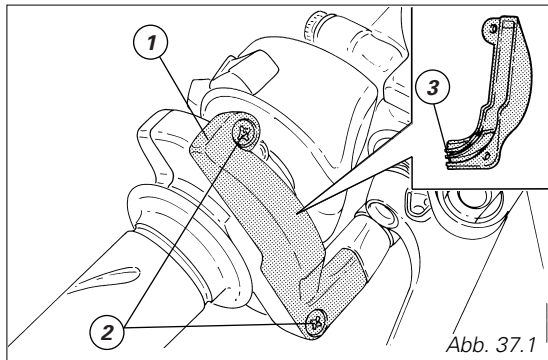

Abb. 37.1
Beim Gaszug wird empfohlen, erst den Deckel (1, Abb. 37.1, Seite 50) der Steuerung, durch Lösen der zwei Befestigungsschrauben (2), abzunehmen und das Kabelende und die Zugrolle einzufetten.